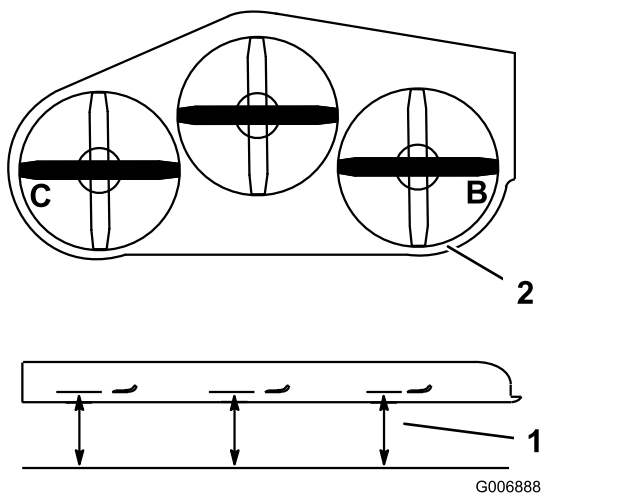

図 84
4. B 位置および C 位置で、平らな床面からブレードの刃先までの距離を測定する 図 84。